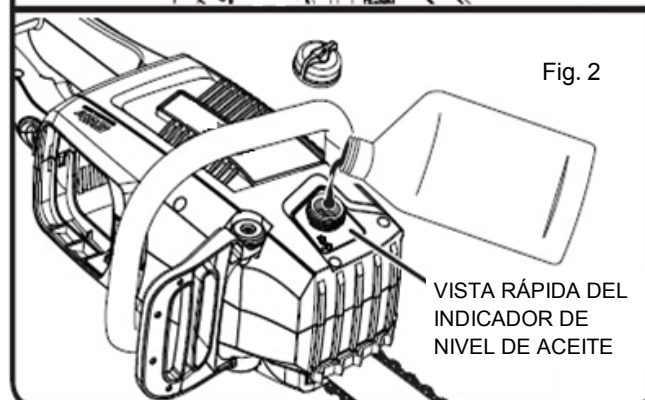

Fig. 2
- ⚠ **NOTA:** Retire el paquete de baterías de la unidad. Llene el tanque de aceite con lubricante para la barra y la cadena antes de arrancar la motosierra (no suministrados). Si no se lubrica la cadena pueden causarse daños a la barra y a la cadena. (Fig 2)
Sistema lubricación de la cadena (Fig 2)